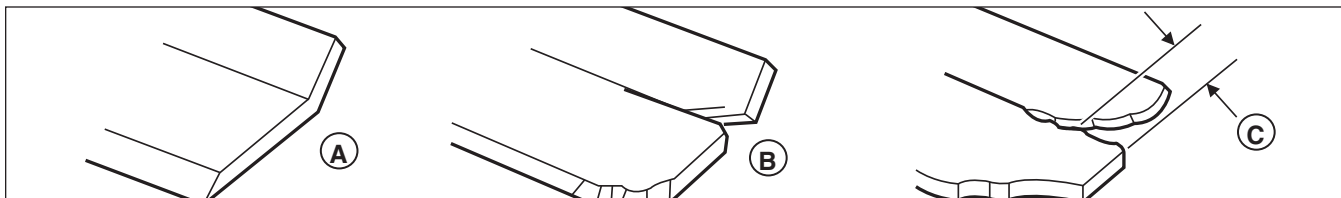

Figura 29. Inspección de los elevadores por aire de las cuchillas del cortacésped
- B.) Los elevadores por aire están excesivamente erosionados (B y C, Figura 29) y la ranura (C) está a 0.25" (6.35 mm) de profundidad o más.